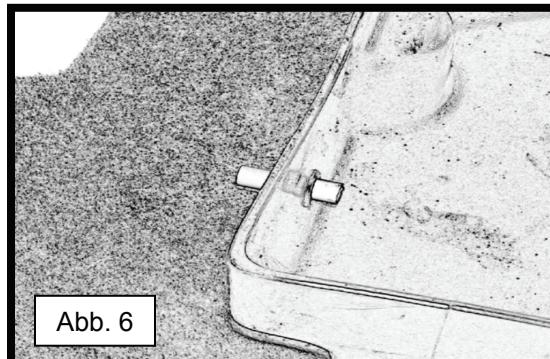
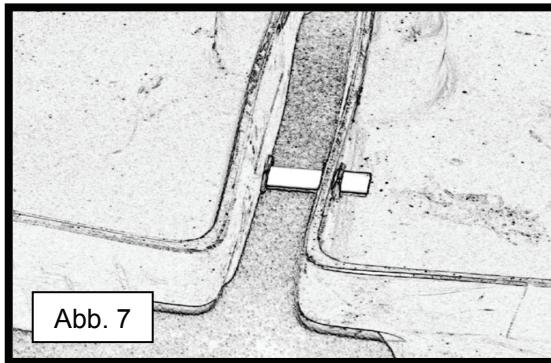

Abb. 6
Abb. 7
- 5) Mit einem Plastikhammer oder mittelgroßen Hammer vorsichtig auf das herausstehende Ende des Plastikrohrs klopfen. **HINWEIS:** Wenn Sie großen Widerstand spüren, versuchen Sie das Rohr von Hand etwas weiter in die Ringdichtung zu drücken. Sowie Sie spüren, dass das Rohr einen Widerstand zwischen Rohr und Ringdichtung überwunden hat, erneut mit dem Plastikhammer bzw. Hammer klopfen und die Ringdichtung von der anderen Seite des Sammelzentrums unterstützen, bis das Rohr ganz durch die Ringdichtung reicht (siehe Abb. 6).
- 6) Sowie das mit Teflon beschichtete Rohr ganz durch die im ersten Sammelzentrum befindliche Ringdichtung reicht (siehe Abb. 6), die Ringdichtung des zweiten Sammelzentrums mit dem herausstehenden Rohr ausrichten (siehe Abb. 7). (Auf Anweisung Nr. 4 beziehen.)